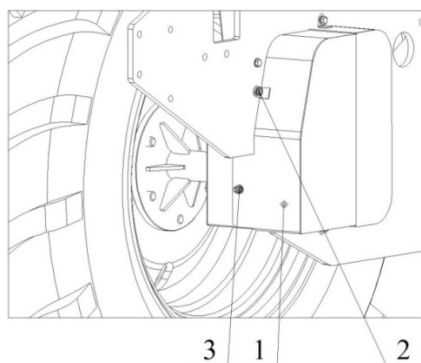

Рисунок 24.
- 1) Снять крышку (1) (рис. 24) защиты. Для этого необходимо выкрутить болт (2) (M8x30) и гайку M8 (3).